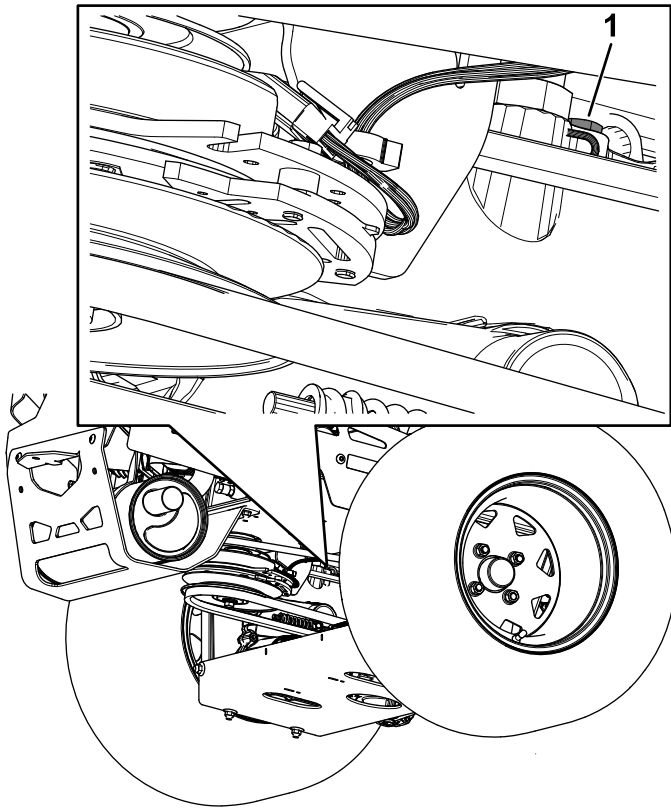

Figura 91
- **Transmisiones hidrostáticas ZT 5400:** utilice una llave de 7/16" para acceder al tapón de ventilación desde debajo de la máquina (Figura 91).